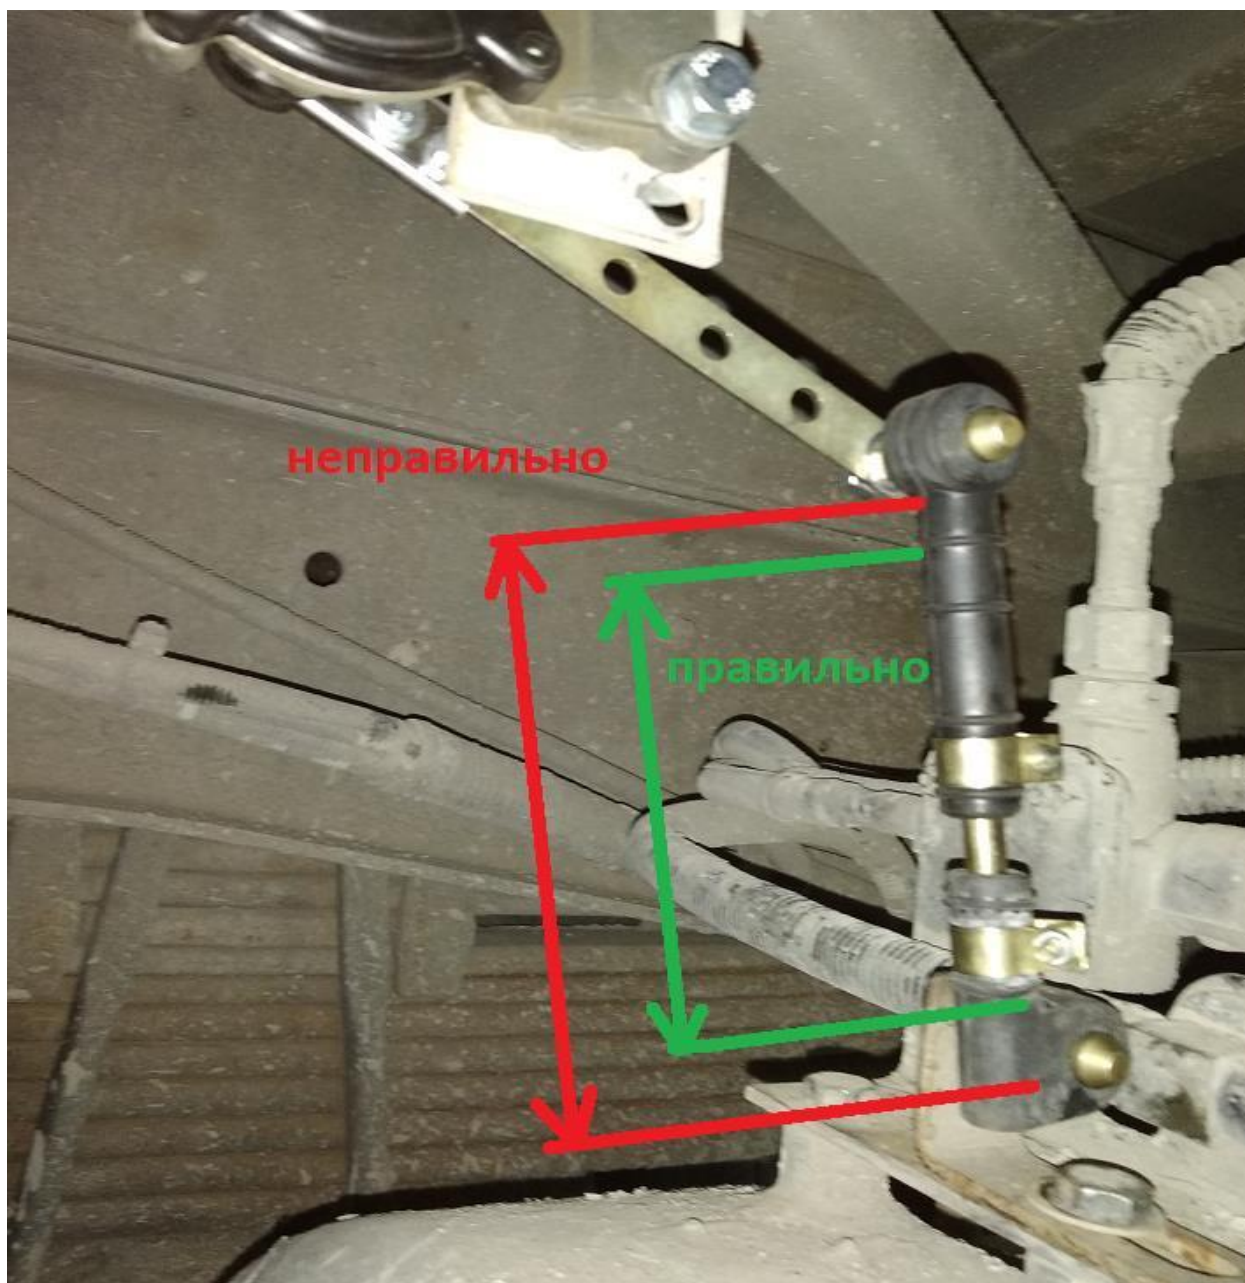

Рис. 2.4. Пример «глубокой» установки датчика
- Не устанавливайте тягу слишком глубоко в резиновые элементы (рис. 2.4). Тяга крепится через упругие элементы штифтами к точке крепления неподдрессоренной массы и к рычагу.